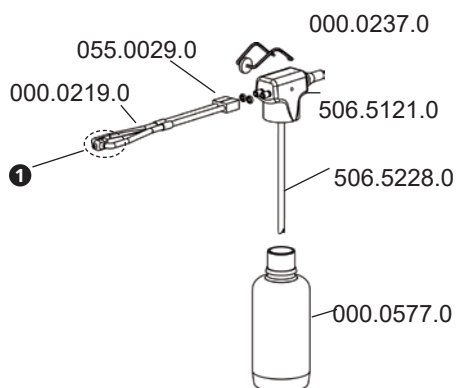
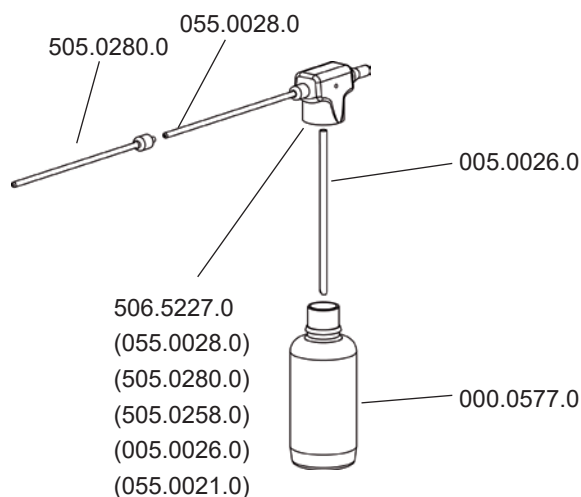

Fig. 29. Esprayer de medicamento 506.5120.0
Fig. 30. Esprayer de medicamento 506.5225.0
- Desmontar el esprayer (fig. 29, 506.5120.0; fig. 30, 506.5225.0) y poner todos los elementos con agua corriente. Puede también utilizarse un detergente o agente limpiador.
- ☞ Cuando se fijen los tubos gemelos, asegurarse de que la parte marcada (0, X o Superficie fresada, ❶, fig. 29) está hacia arriba.